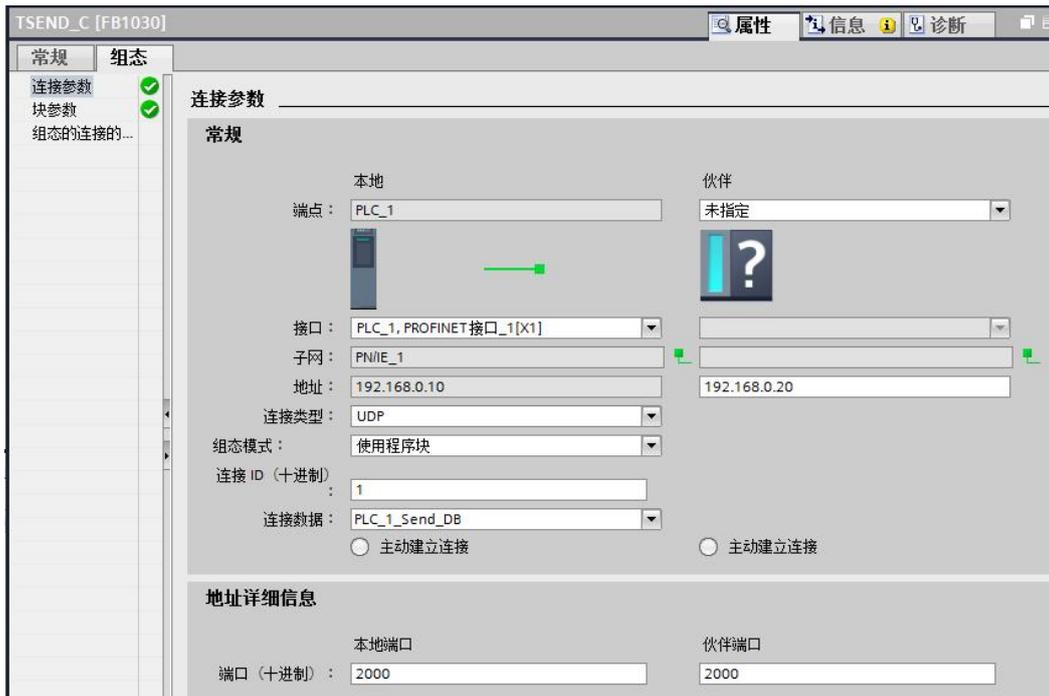

图 2-3 配置“ TSEND\_C” 的连接参数
2.3 选中“ TSEND\_C” 块，在属性组态菜单中，按如下顺序为“ TSEND-C” 块组态连接参数。在本例中，S7-1500 与 S7-300 不在同一项目下，所以首先通信伙伴选择为未指定。然后新建连接数据，系统自动分配连接数据存储存储在 PLC\_1\_Send\_DB 中。选择连接类型 UDP，选择组态模式为使用程序块。指定通信伙伴的 IP 地址 192.168.0.20，指定连接 ID 为 1，UDP 通信不需要建立连接，所以主动建立连接的选项是灰的，不可选，而且状态是未选中的。接下来定义本地的端口号和通信伙伴端口号。本例中都选择端口号 2000。如图 2-3 所示。此处定义的端口号和 IP 地址必须与在 S7-300 侧一致。